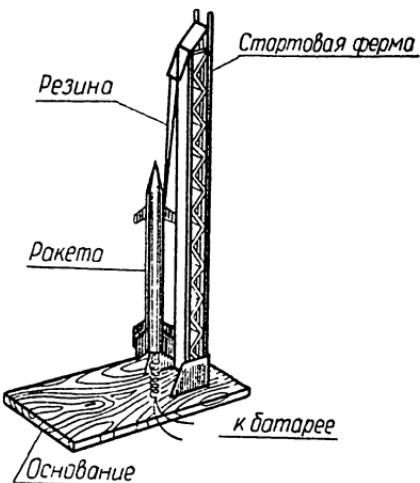

Рис. 13. Модель пусковой установки.
**Пусковая установка.** Модель пусковой установки (рис. 13) несколько сложней в изготовлении, чем уже построенная нами катапульта.